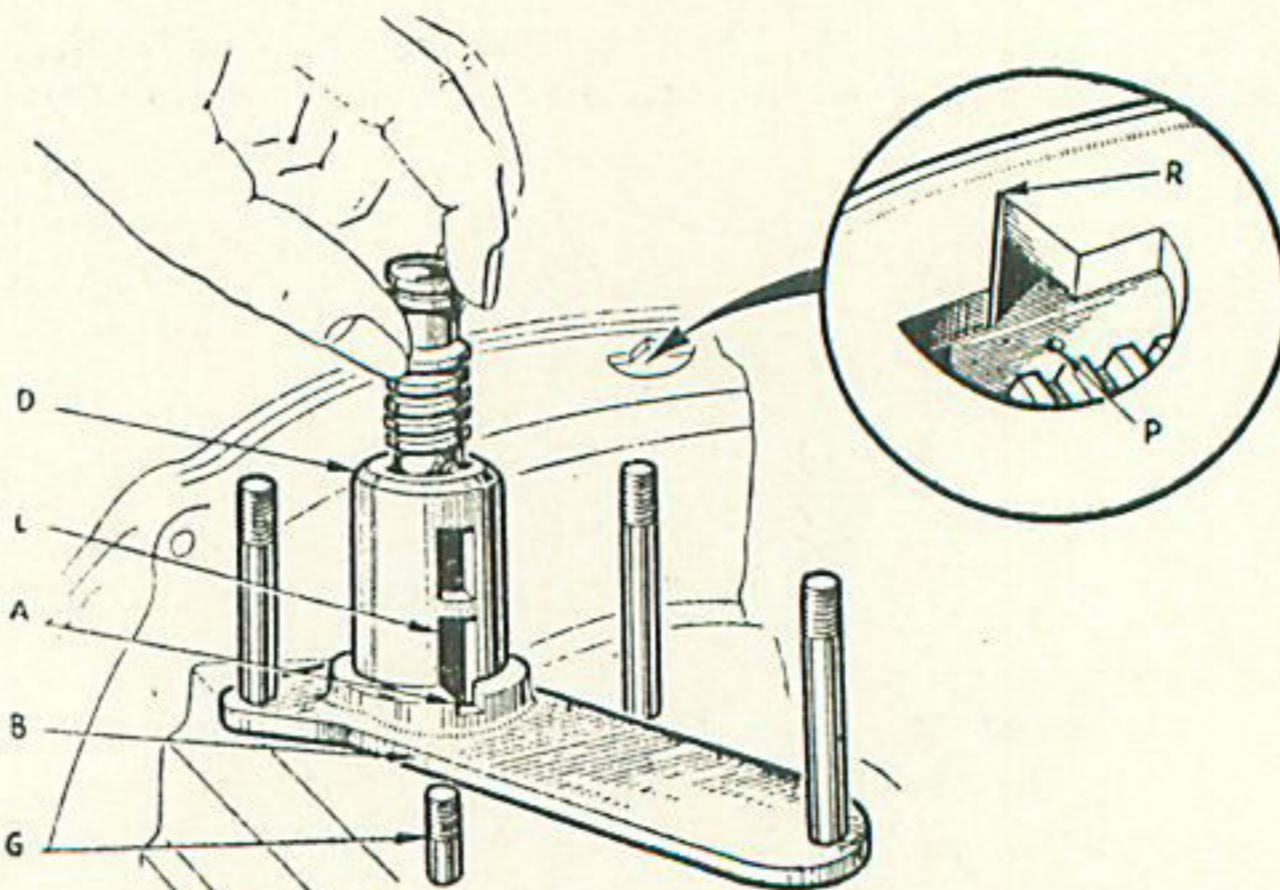

Fig. 25. — Réglage du dépresseur.
Pour la vérification du calage du dépresseur, utiliser la plaquette de réglage, spéciale 329.048 (fig. 25).
- 2° Maintenir l'une des deux lumières du dépresseur (fig. 25) en face de la découpe de la plaquette de réglage, en prenant soin d'orienter le tournevis d'entraînement de l'allumeur, de façon à éviter le croisement des fils de bougies.